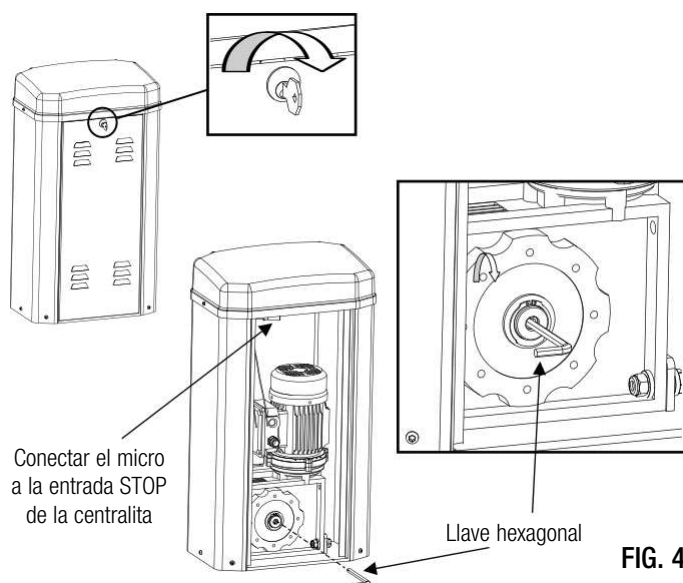

FIG. 4
- insertar la llave y girar 3 veces hacia la izquierda (Fig. 4).